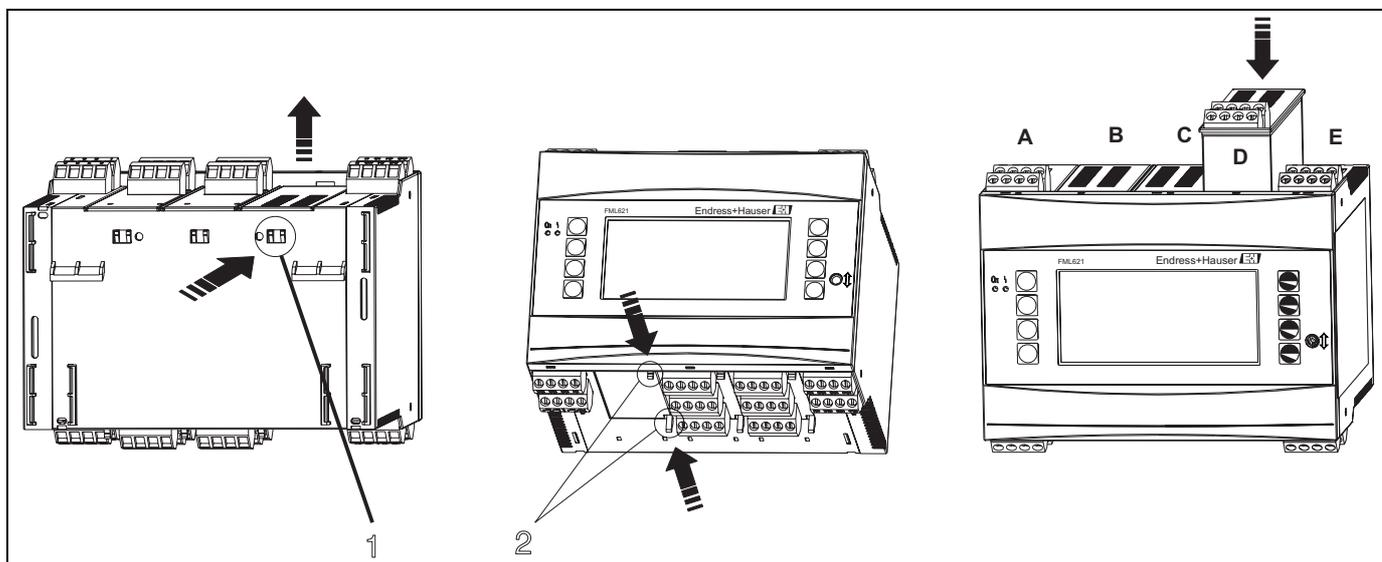

Fig. 3 : Montage d'une carte d'extension (exemple)
Vous pouvez équiper l'appareil de différentes cartes d'extension. Dans ce but, trois emplacements sont disponibles sur l'appareil. Ils sont marqués avec B, C et D (→ fig. 3).
2. Retirez le couvercle aveugle de l'emplacement concerné (B, C ou D) sur l'appareil de base en appuyant sur les languettes de retenue sur la partie inférieure de l'appareil (v. fig. 3, pos. 2), et pressez simultanément les languettes de retenue à l'arrière de l'appareil (par ex. avec un tournevis) vers l'intérieur (v. fig. 3, pos. 1). vous pouvez maintenant tirer le couvercle aveugle vers le haut.
3. Embrochez la carte d'extension par le haut dans l'appareil de base. Ce n'est que lorsque les languettes de retenue du dessous et de l'arrière de l'appareil s'encliquètent (v. fig. 3, pos. 1 et 2) que la carte d'extension est correctement installée. Veillez à ce que les bornes d'entrée de la carte d'extension soient en haut et que les bornes de raccordement soient orientées vers l'avant comme sur l'appareil de base.